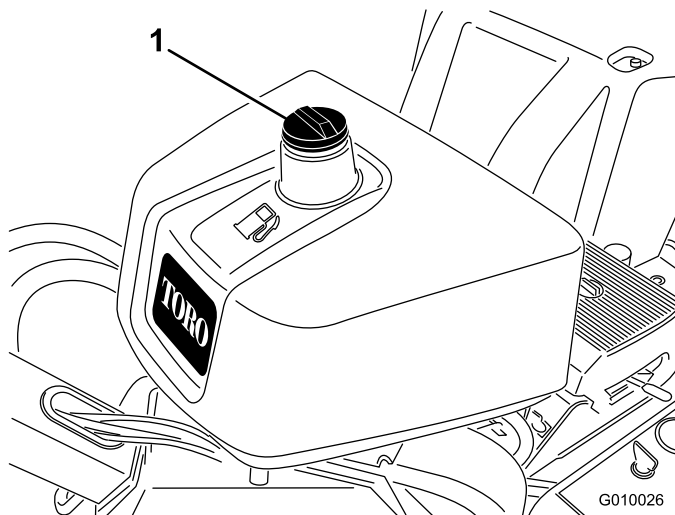

Figura 15
2. Limpie alrededor del tapón del depósito de combustible y retire el tapón (Figura 15).